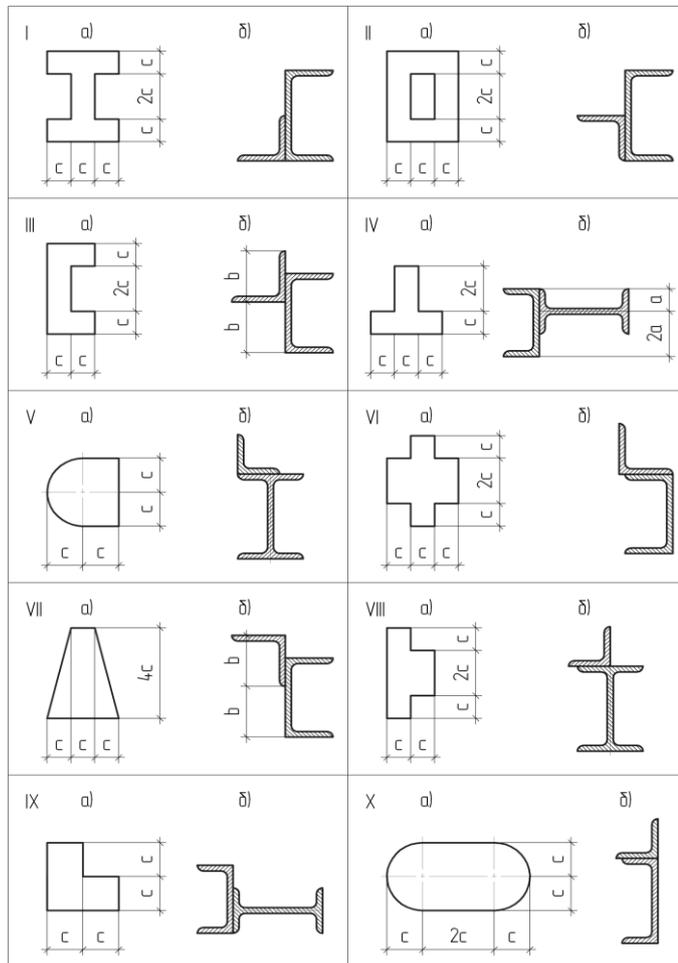

Рис.11
**Задачи 8,9.** Для плоских сечений по схемам, выбранным по букве «д» пятизначного шифра, на рис.11 (вариант а и вариант б) и размерами в соответствии с шифром по таблице 2 требуется:
**Задача 8.** Подобрать из условия устойчивости размеры поперечного сечения сжатой стойки. Форму поперечного сечения принять по рис.11а. Остальные данные выбрать из табл.4 в соответствии с шифром.